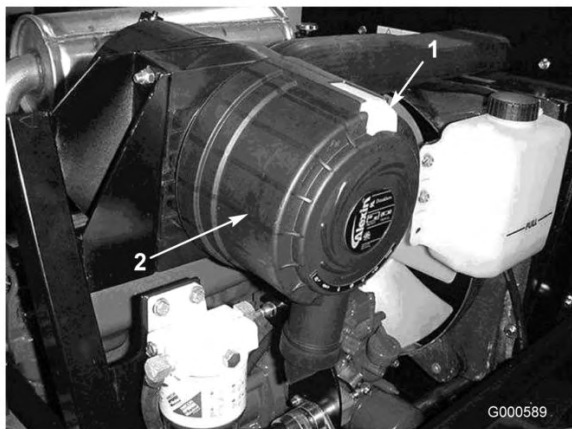

Figura 32
1. Puxe o trinco para fora e rode a cobertura do filtro de ar no sentido contrário ao dos ponteiros do relógio (Figura 32).